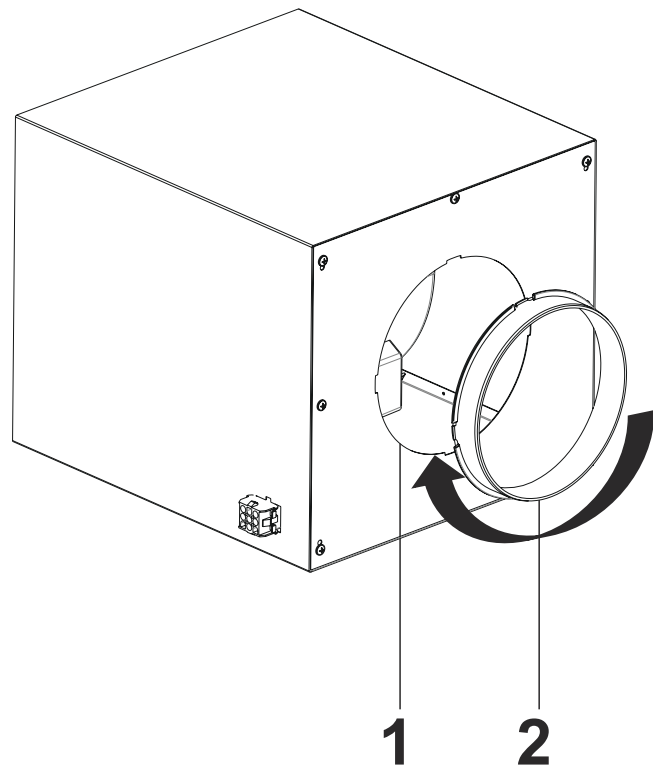

Fig. 21
4. → Sæt ø150mm aftræksstuds ind i det runde hul og drej den fast i urets retning. (Fig. 21).